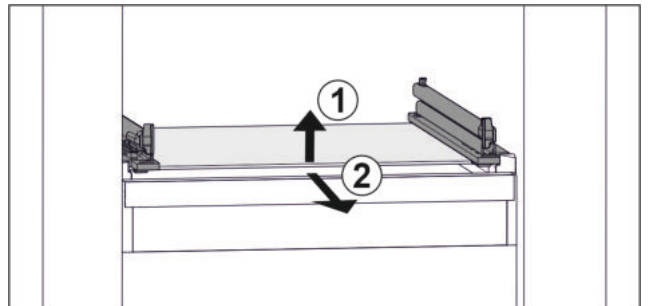

Fig. 45 Примерно изображение на стъклената плоча
- ▶ Повдигнете стъклената плоча отпред Fig. 45 (1)
- ▶ Извадете стъклената плоча напред Fig. 45 (2)